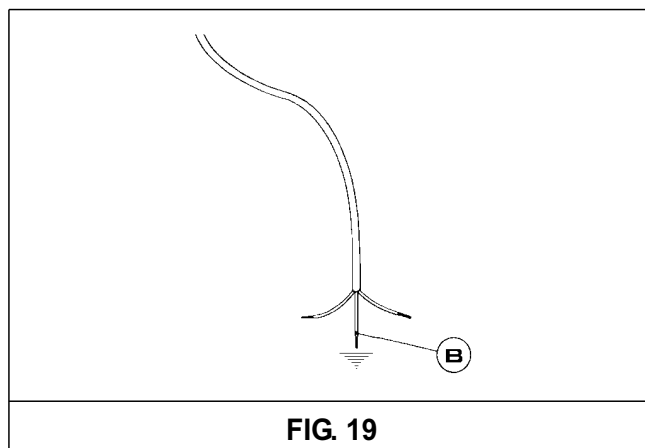

FIG. 19
*Em caso de substituição do cabo de alimentação, o instalador deverá manter o condutor de terra mais comprido em relação aos condutores de fase (veja fig. 19). Para além disso, deverá respeitar as indicações do parágrafo 8.*